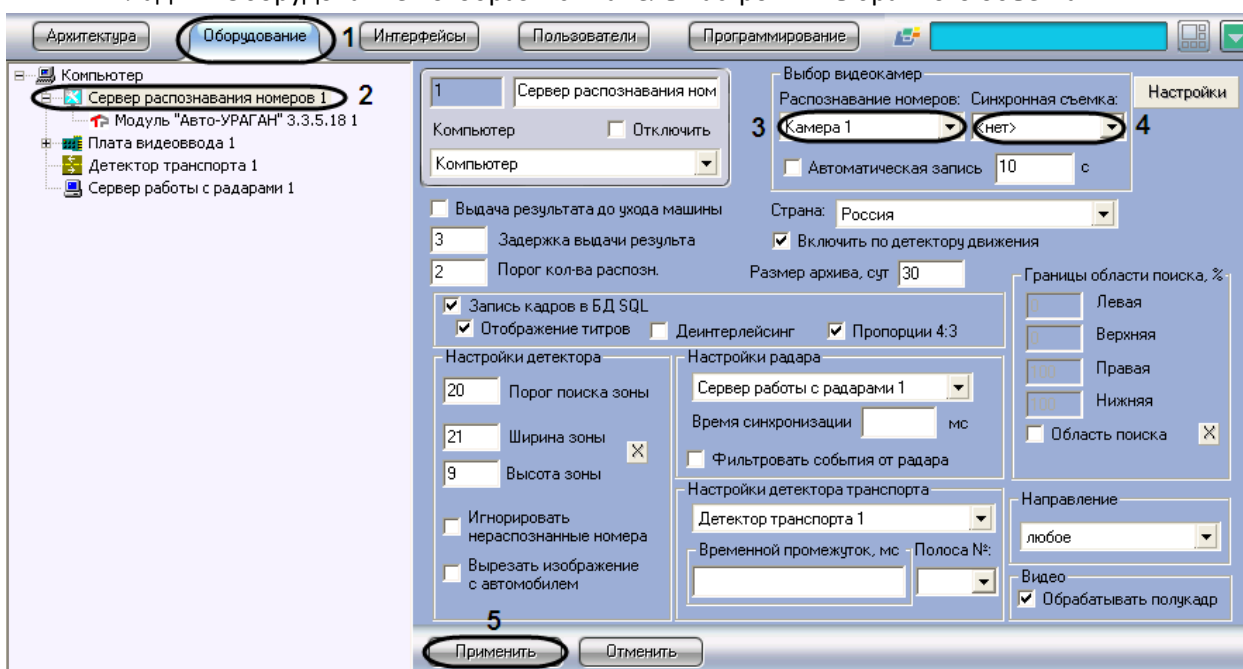

Рис. 7.2-5. Выбор объектов «Камера» для совместной работы с Сервером распознавания номеров
1. В диалоговом окне «Настройка системы» перейти на вкладку «Оборудование» (Рис. 7.2-5, 1).
- В дереве объектов на вкладке «Оборудование» выбрать объект «Сервер распознавания номеров», соответствующий активированному программному модулю «Авто-УРАГАН 3.3.5.18», «CARMEN-паркинг» или «CARMEN-Авто» (см. раздел «Активация программного модуля, используемого для распознавания номеров», Рис. 7.2-5, 2). В правой части вкладки «Оборудование» отобразится панель настройки выбранного объекта.
- Выбрать требуемый объект «Камера» в поле «Распознавание номеров» (основная видекамера для распознавания номеров) (см. Рис. 7.2-5, 3).
- Выбрать требуемый объект «Камера» в поле «Синхронная съемка» (дополнительная синхронная видекамера) (см. Рис. 7.2-5, 4).
- Нажать кнопку «Применить» (см. Рис. 7.2-5, 5).